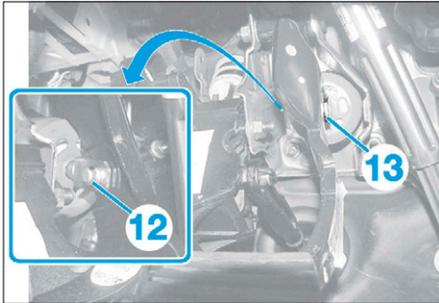

FIG. 22
- l'anneau (12) (Fig.22),
- l'agrafe (13).